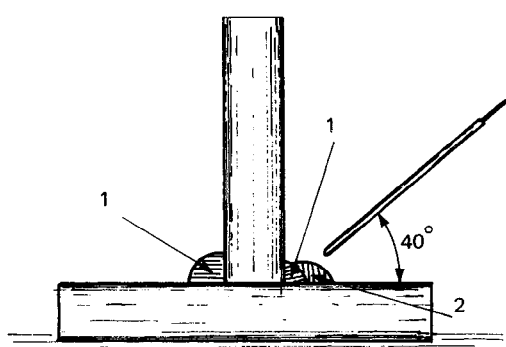

Figura 2.83
- b) Deposite el segundo cordón inclinando el electrodo conforme a la figura 2.83.